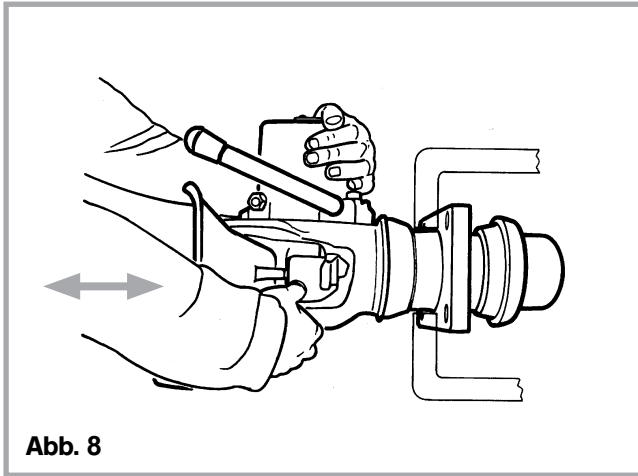

Abb. 8
- Kuppelkopf (nicht Fangmaul) in Längsrichtung kräftig bewegen (s. Abb. 8)